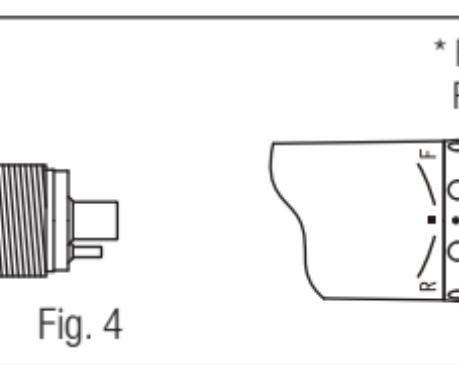

Fig. 3
- 1) Rotation horaire : Faites tourner l'anneau mobile FWD/REV vers "F".(Fig. 3)